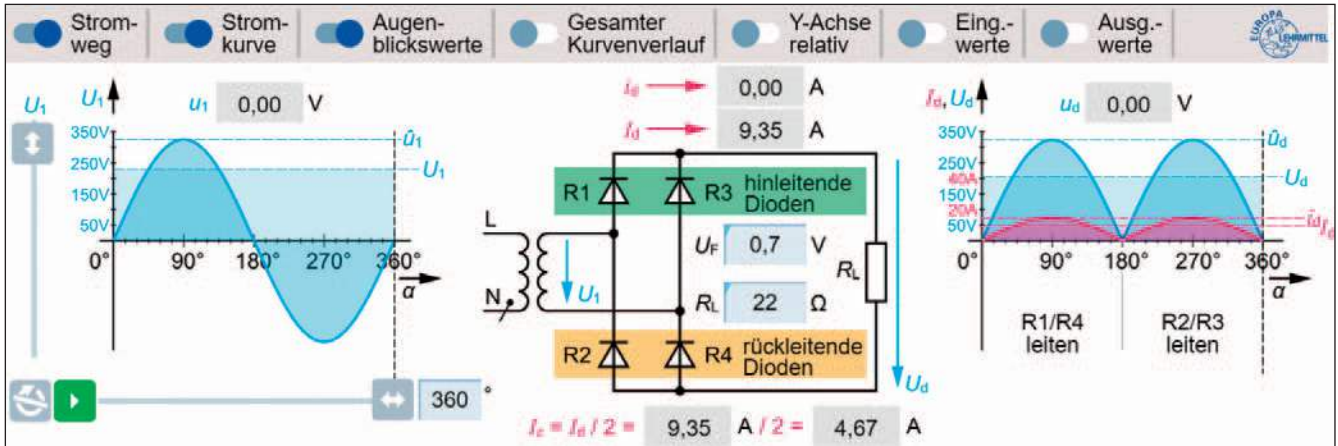

Bild 1: Gleichrichterschaltung B2U
- Anzeige des Stromweges (4), der Stromkurve (5) und der Augenblickswerte (6) einschalten.
1. Bereiten Sie die Simulation zur Gleichrichterschaltung B2U wie im **Bild 1** vor. Stellen Sie eine Anschlussspannung U_1 von 230 V ein und starten Sie mit der Pfeiltaste  eine Periode der Wechselspannung.